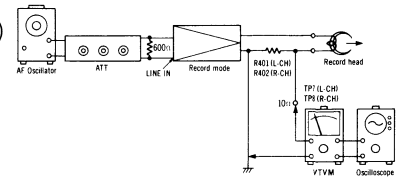

Fig. 17
E Aufnahmestrom Bedingung: * Aufnahme Meßgerät: * Röhrenvoltmeter * NF-Generator * Abschwächer	<ol style="list-style-type: none"> 1. Den Meßaufbau zeigt Fig. 17 2. Vormagnetisierung durch Loslöten der Anschlußstelle (C) für Vormagnetisierungsstrom ON oder OFF in Fig. 16. 3. 1kHz-Signal (-24dB) zuführen und ATT abgleichen, bis Monitorpegel an LINE OUT 0,65V ist. 4. Spannung messen und dann Aufnahmestrom nach folgender Formel berechnen. $\text{Aufnahmestrom} = \frac{\text{Spannung am Röhrenvoltmeter (V)}}{10 \text{ (Ohm)}}$ <p style="text-align: center;">NORMALWERT: Ungefähr 230µA (Metal position) Ungefähr 180µA (CrO₂ position) Ungefähr 150µA (Fe-Cr position) Ungefähr 150µA (Normal position)</p> 5. Falls der gemessene Wert nicht der Toleranz liegt, die folgenden VR abgleichen. Metal position ... VR205 (L-CH), VR206 (R-CH) CrO₂ position VR207 (L-CH), VR208 (R-CH) Fe-Cr position ... VR209 (L-CH), VR210 (R-CH) Normal position... VR211 (L-CH), VR212 (R-CH)
<p>㊦ Recording current</p> <p>Condition:</p> <ul style="list-style-type: none"> * Record mode <p>Equipment:</p> <ul style="list-style-type: none"> * VTVM * Oscilloscope * AF oscillator * ATT 	<ol style="list-style-type: none"> 1. Test equipment connection is shown in fig. 17. 2. Stop bias oscillation by unsoldering the connection point (C) for bias current ON or OFF in fig. 16. 3. Supply 1 kHz signal (−24 dB) and adjust ATT until monitor level at LINE OUT becomes 0.65 V. 4. Measure voltage and then calculate recording current by formula given below. $\text{Recording current} = \frac{\text{Value read on VTVM (V)}}{10 (\Omega)}$ <div style="border: 1px solid black; padding: 5px; text-align: center;"> <p>Standard value: around 230μA (Metal position), around 180μA (CrO₂ position), around 150μA (Fe-Cr position), around 150μA (Normal position)</p> </div> <ol style="list-style-type: none"> 5. If the measured value is not within standard, adjust the following VR. <ul style="list-style-type: none"> Metal position VR205 (L-CH), VR206 (R-CH) CrO₂ position VR207 (L-CH), VR208 (R-CH) Fe-Cr position VR209 (L-CH), VR210 (R-CH) Normal position VR211 (L-CH), VR212 (R-CH)